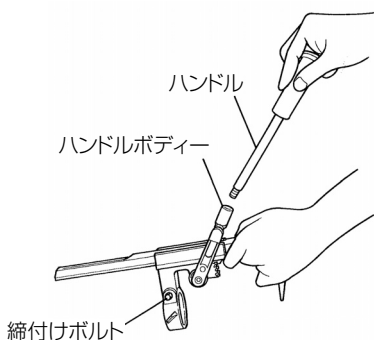

図 8
- (2) ハンドルをハンドルボディーにねじ込み、取付けます。(図 8)
- (3) 締付けボルトを取りはずします。
(図 8)